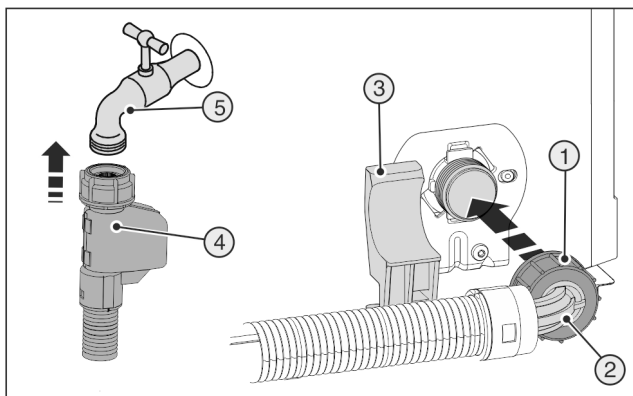

Fig. 22
- ▶ Anslut rak slangände Fig. 22 (4) på avstängningskranen Fig. 22 (5).